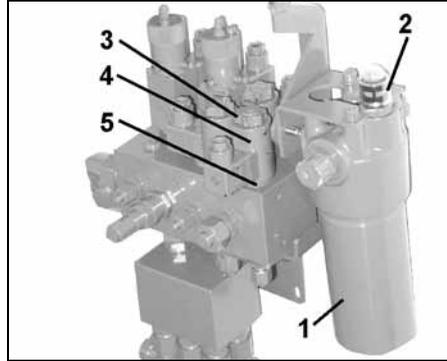

Fig. 37
La fonction du filtre à huile hydraulique peut être contrôlée au cours du fonctionnement (Fig. 37/1) au niveau du bloc de commande.
Affichage sur la fenêtre de contrôle (Fig. 37/2):
- Dévissez le bouchon magnétique (Fig. 37/3),.
- Enlevez la bobine magnétique (Fig. 37/4).
- Dévissez la tige de vanne (Fig. 37/5) avec les logements de vanne et nettoyez à l'air comprimé ou avec de l'huile hydraulique.